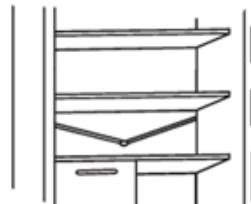

Fig.19
- Păstrați curat tubul de scurgere (Fig. 19) din compartimentul frigiderului, astfel încât să nu se umple cu apă.